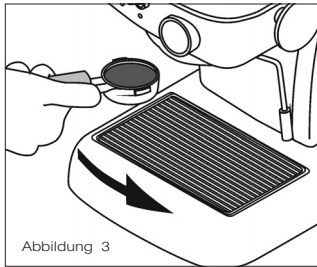

Abbildung 3
5. Setzen Sie den Siebträger von links 7 in die Brühgruppe 8 ein und drehen Sie ihn nach rechts. (siehe Abbildung 3)